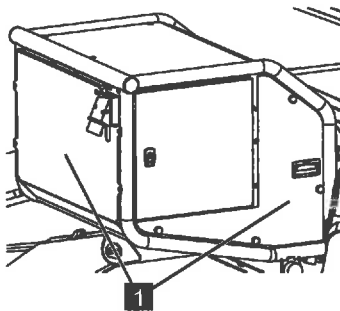

Abb. 200
2. Abdeckhauben (Abb.200/1) abschrauben.